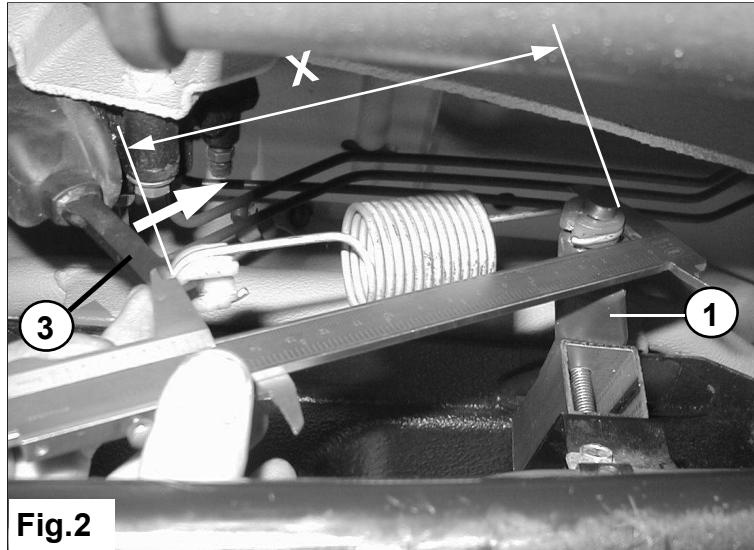

Fig.2
3. Duw beugel 3 spelingsvrij in de richting van de pijl en stel de LAR af met beugel 1 zodat: **X=153 mm** Zie fig. 2.
3. Drücken Sie den Bügel 3 so weit wie möglich im Richtung der Pfeile und stellen Sie den ALB mit Bugel 1 so ein daß **X=153 mm**. Siehe fig. 2.
3. Tryck skenan 3 så långt som möjligt i pilens riktning och justera LAR med skenan 1 så att: **X=153 mm**. Se fig. 2.
3. Push the bracket 3 as far as possible in the direction of the arrow and adjust the LSV with bracket 1 so that **X=153 mm**. See fig. 2.
3. Poussez la patte de fixation 3 le plus loin possible dans le sens de la flèche et réglez le CFA de façon avec fixation 1 à ce que **X = 153 mm**. Voir fig. 2.
3. Empuje la abrazadera 3 en lo posible en dirección de la fecha y reajuste la LAR con abrazadera 1 de modo tal que: **X=153 mm**. Véase fig.2.